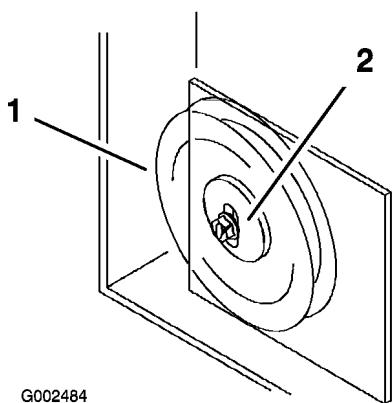

Figura 55
11. Si la chapa de la polea tensora del cortacésped llega al final de la ranura de ajuste y se requiere tensar aún más la correa, un pequeño ajuste a la polea tensora fija del lado derecho permite ajustar más la tensión de la correa (Figura 55).